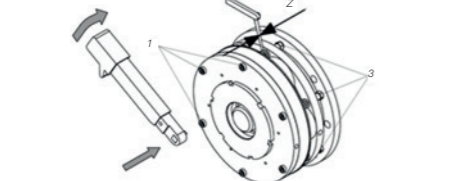

Figura 7 - Verificación del entrehierro en los frenos de tamaños 25 y 31
3. Tras el ajuste, apretar los tornillos de fijación 1 (Figura 7) de acuerdo con el par especificado (Tabla 3).